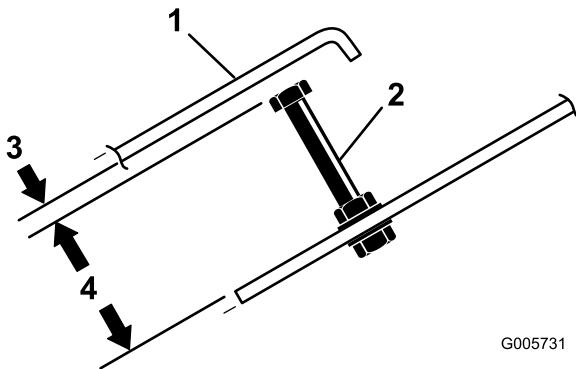

Figura 70
2. Afloje las contratuerzas y ajuste el tornillo de tope del pedal de tracción (Figura 70) a una longitud de 8 cm.